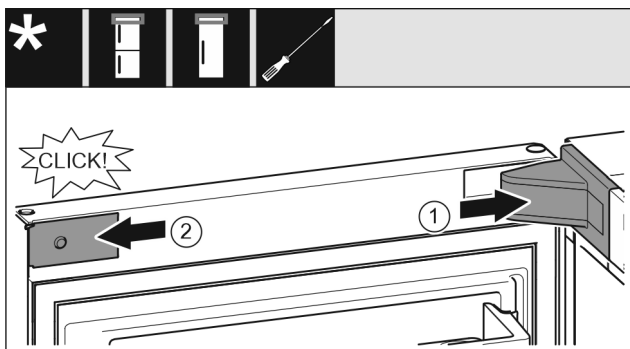

Fig. 19
- ▶ Helyezze fel és pattintsa be a csapágybak fedelét, szükség esetén óvatosan nyomja szét. Fig. 19 (1)
- ▶ Helyezze fel oldalra a lemezt, és pattintsa be. Fig. 19 (2)